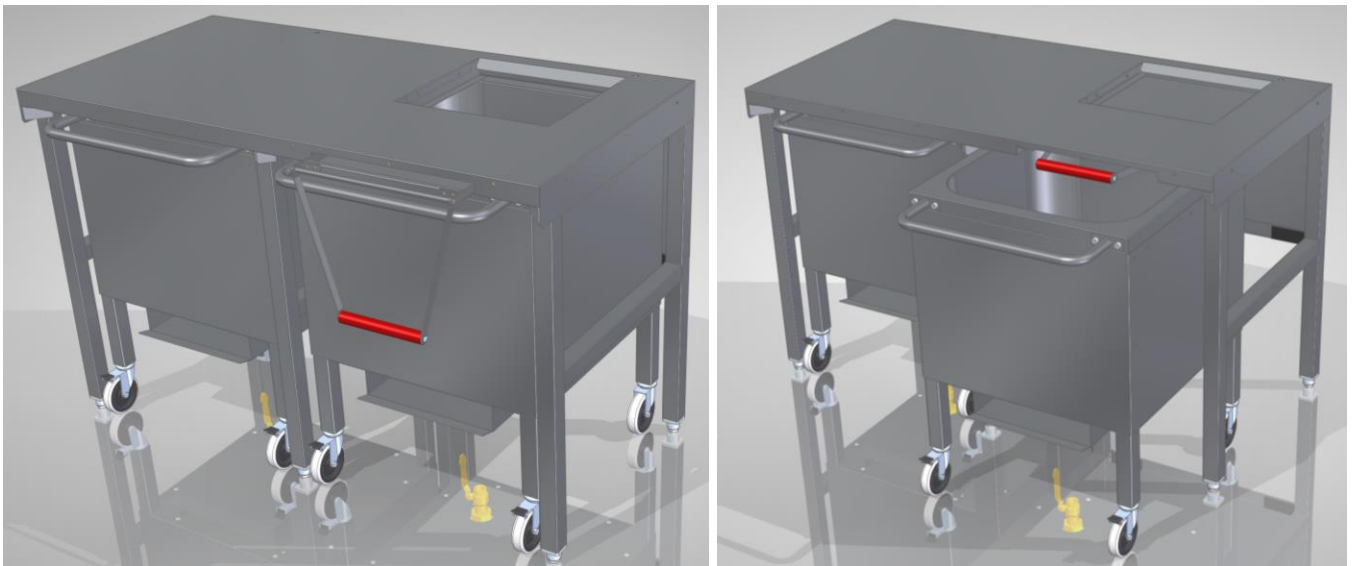

Рис. 2 Схема выдвижения бункера
5.3 При заполнении бункера льдом (контролируется визуально) необходимо, не выключая льдогенератор, сложить рукоятку и задвинуть поддон до упора (рис. 2). Выкатить заполненный правый бункер и установить на его место пустой левый, после чего выдвинуть поддон в начальное положение. Попавший при этом на поддон лед будет сброшен в бункер с помощью скребка.